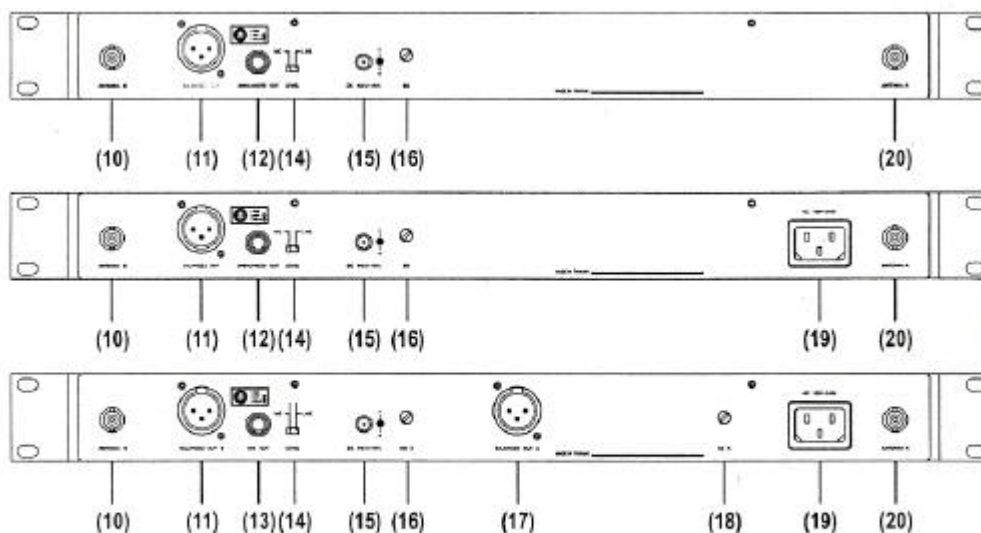
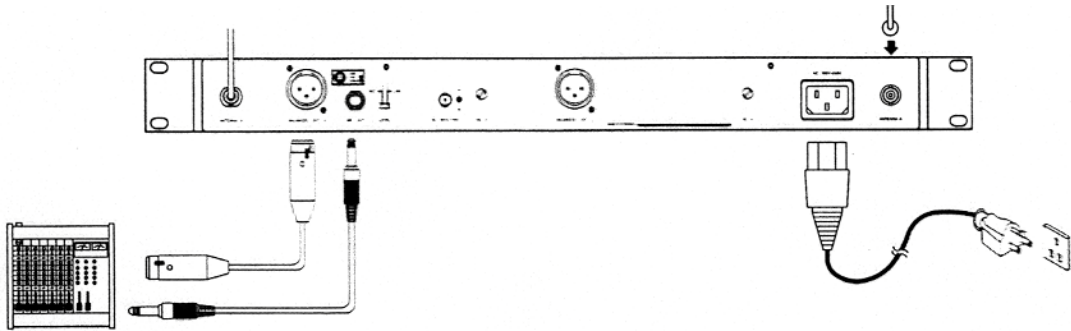

Fig.2
Fig.3
(c) Salida balanceada: Utilice cable con conectores XLR o tipo Cannon para conectar la salida balanceada del receptor (11) (17) hacia una entrada de Micro de la mesa o amplificador como se muestra en la Fig. 3. (el protocolo de conexión se muestra en la figura 6).
1. Desenrosque la tapa trasera en dirección contraria al movimiento de las manecillas del reloj. (8)
2. Inserte una batería de 9V en el compartimento de acuerdo con la polaridad (fig. 2). En el momento que la batería toque los terminales, el indicador parpadeará. Esto indica que la polaridad es correcta. Sin embargo, si no parpadea indica una mala colocación de la batería o que ésta está agotada. Reinserte la batería adecuadamente o sustitúyala.
2. Inserte una batería de 9V dentro del compartimento con la correcta polaridad como se muestra en la fig. 2. Pulse y desplace hacia arriba para cerrar el compartimento (fig. 3).